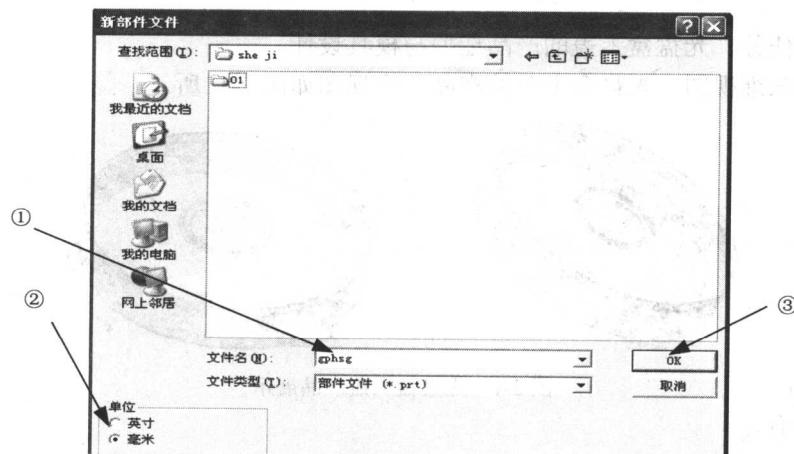

图 2-3 【新部件文件】对话框
(1) 在 Windows 环境下, 依次选择【开始】→【程序】→【NX 3.0】→【NX 3.0】命令, 进入 UG NX 3.0 的操作界面。
(2) 单击【新建】按钮，弹出【新部件文件】对话框，然后输入新文件名 gphsg，单位选择【毫米】，单击【OK】按钮，如图 2-3 所示。